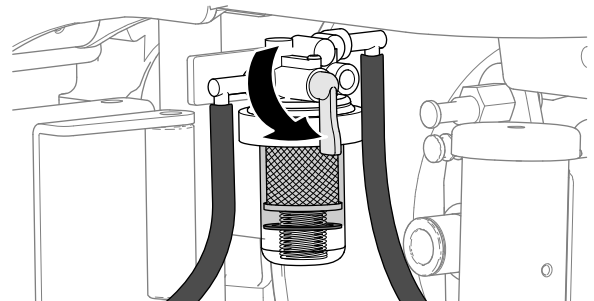

Figura 67
2. Si hay agua en el cuerpo del filtro de combustible, gire la válvula de cierre del combustible del separador de agua/combustible a la posición de CERRADA (Figura 67) y realice los pasos en Drenaje de agua del cuerpo de combustible \(página 59\).